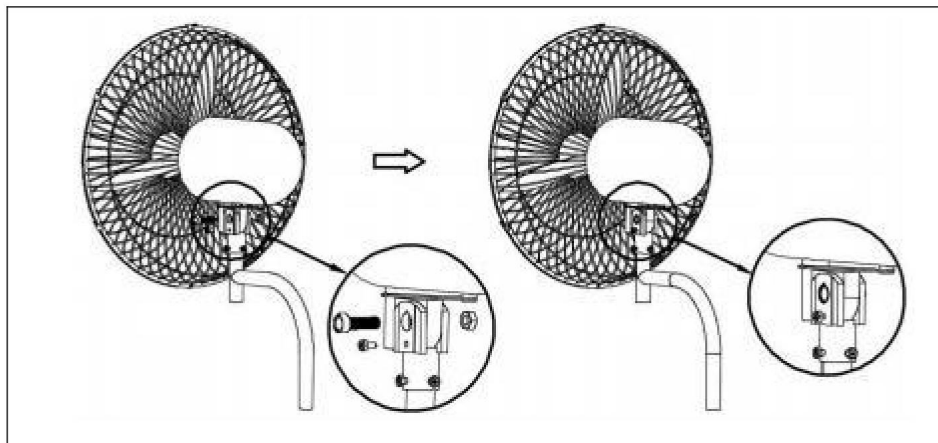

Fig.8.
corpo ventola 1). Installare la testa della ventola sulla staffa, quindi bloccare le viti della staffa 4 (10) e i dadi della staffa 1 (11) e infine bloccare le viti della staffa 3 (9). Vedere la (Fig.8.)